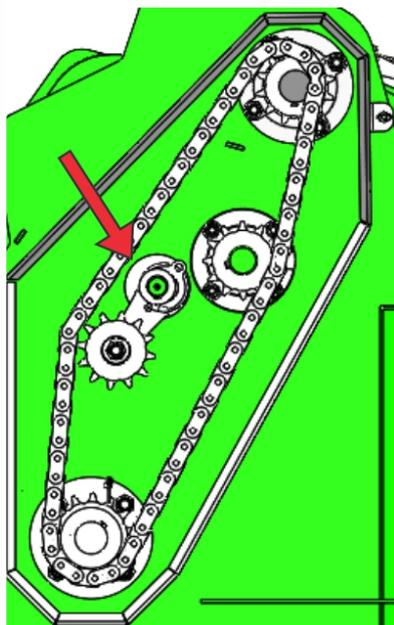

Figura 6.3 – Ajuste da corrente.
2. Para regular o tensor da corrente (figura 6.3), altere o encaixe da mola tensora até o alcançar da tensão apropriada, conforme sessão 8.1.1.